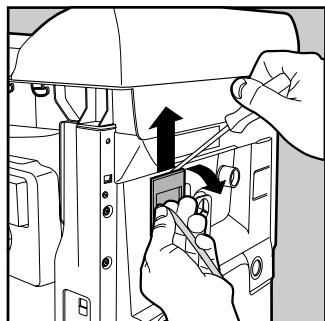

Рис.4
4. Отвинтить 2 внешних крепежных винта фильтра и при помощи отвертки (см. рис. 4) отцепить его от задней стенки, потянув вверх.